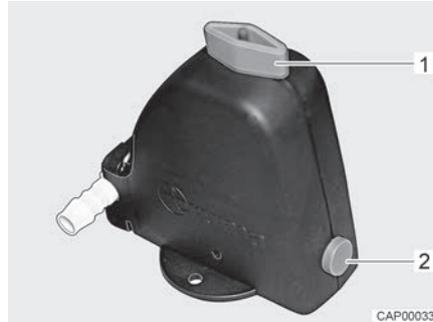
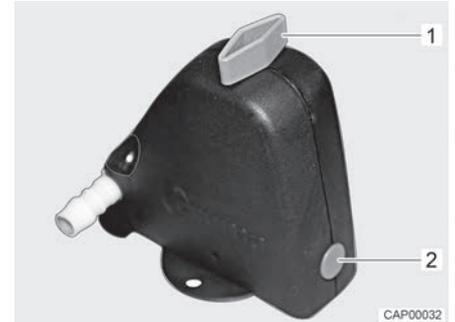

Fig. 110 Válvula de seguridad/purga abierta
Fig. 111 Válvula de seguridad/purga cerrada
- Cerrar la válvula de seguridad/purga. Para ello, girar el botón giratorio (Fig. 110,1) a la posición transversal en referencia a la válvula de seguridad/purga y hundir el botón (Fig. 110,2). La válvula de seguridad/purga cerrada se muestra en Fig. 111. A temperaturas inferiores a 6 °C, la válvula de seguridad/purga no se deja cerrar.